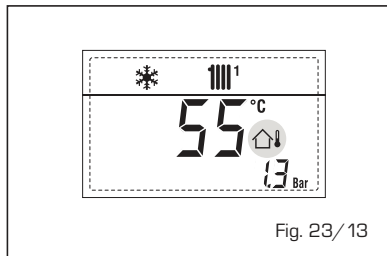

Fig. 23/13
- **INTERVENCIÓN TERMOSTATO DE SEGURIDAD PRIMERA ZONA MEZCLADA "ALL 20" (fig. 23/14)**